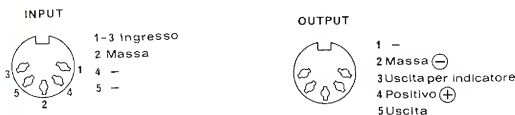

figura 2
- Collegare con trecciola isolata i terminali dell'interruttore di P_2 nei punti H e K come si nota in figura 2.
Per quanto concerne le prese INPUT e OUTPUT, la figura 2 chiarisce la funzione di ogni loro terminale.